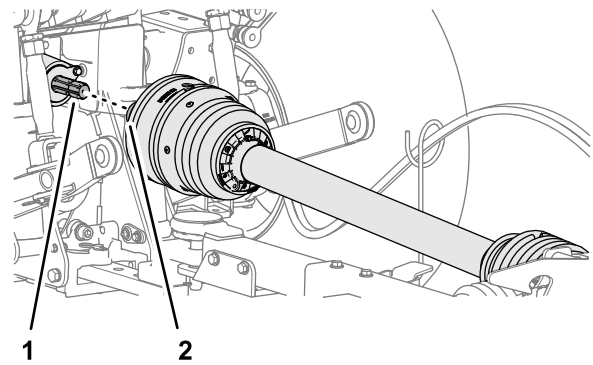

Figura 26
2. Alinhe o acoplador de ligação rápida do veio de transmissão com o veio de saída da PTO (Figura 26).